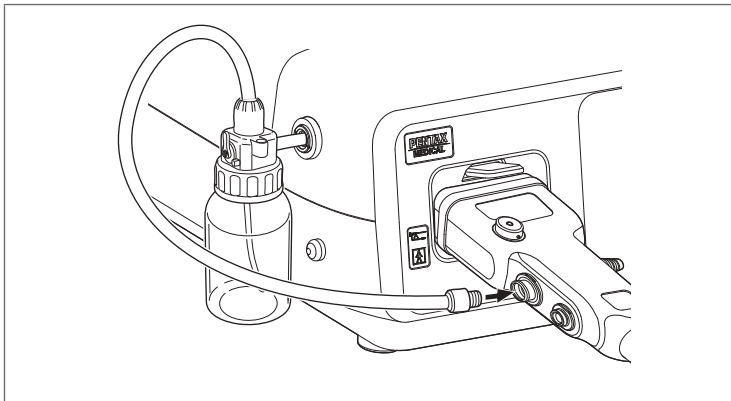

Figura 3.12
4. Cuplați conectorul pentru aer/apă al ansamblului recipientului pentru apă la portul pentru aer/apă al endoscopului (consultați Figura 3.12).